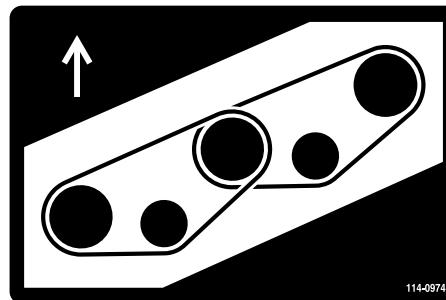
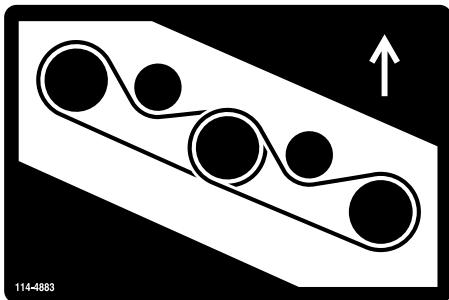

Figura 80
Figura 81
5. Pase la correa nueva alrededor de las poleas de los ejes y del conjunto de la polea tensora, según se muestra en Figura 80 y Figura 81.